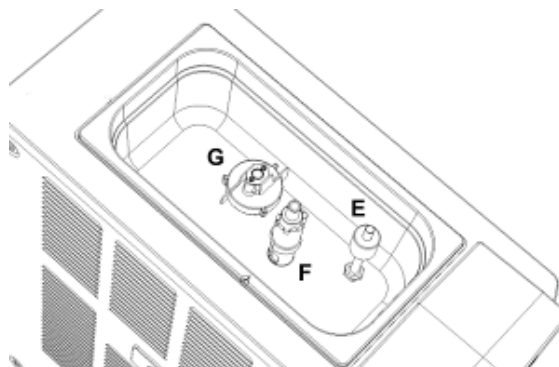

Fig. 21
- Una volta rimontati tutti i componenti del cilindro congelatore, sistemare tutti i componenti della vasca superiore nella stessa posizione che avevano prima della sanificazione (Fig. 21).